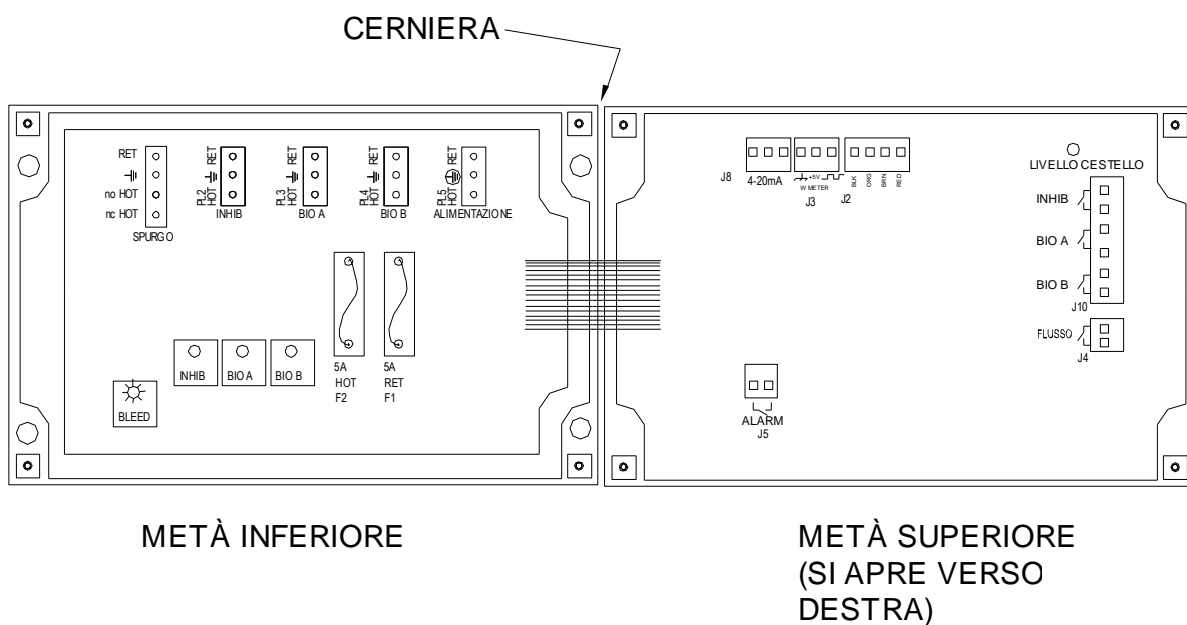

Fig. 2
Allentare le quattro (4) viti sulla parte anteriore del controller e ruotare gentilmente la parte superiore del case verso destra (Fig. 2).